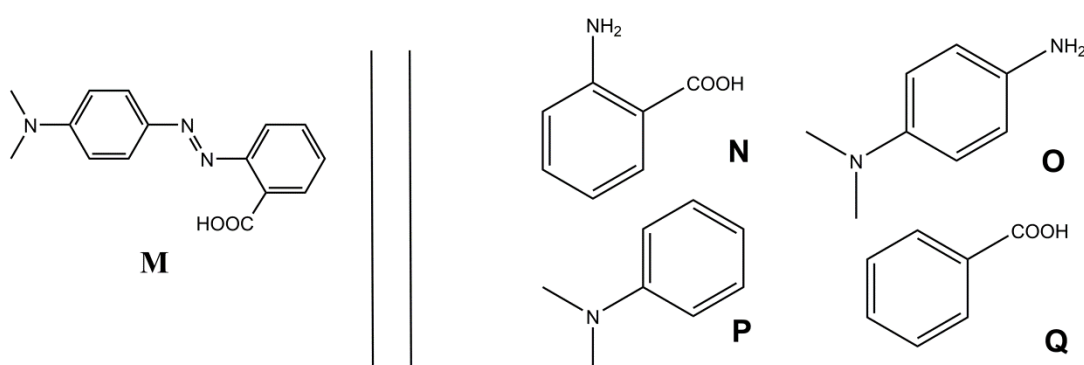

Fig. 1 – Posibles reactivos para la síntesis de **M**.
2. **M** puede ser sintetizado en dos pasos a partir de reactivos simples (Fig. 1). Escoja entre los reactivos sugeridos (**N** a **Q**) aquellos que puedan producir **M** con una regioselectividad muy alta. El nitrito de sodio (NaNO_2) en ácido clorhídrico acuoso frío se utiliza como reactivo para el primer paso de la síntesis.